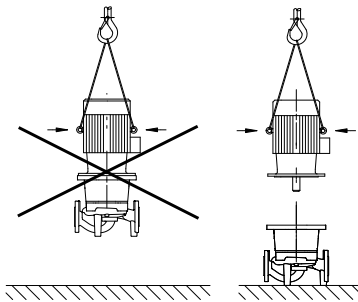

Fig. 8: Transport av motoren
- Transportløkkene på motoren er bare godkjent for transport av motoren, ikke hele pumpen (Fig. 8).